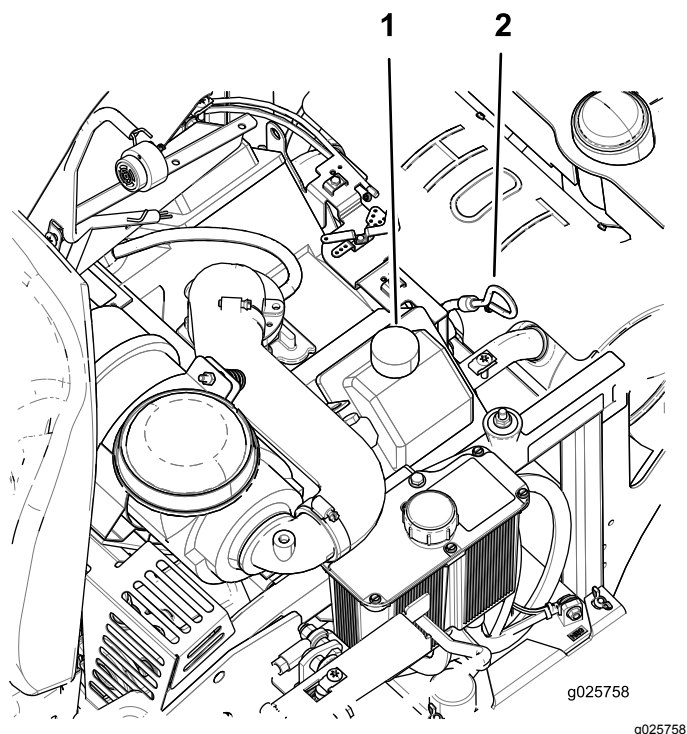

Figura 36
- Para que no entre suciedad, recortes de hierba, etc., en el motor, limpie la zona alrededor del tapón de llenado/varilla de aceite antes de retirarlo (Figura 36).
- Si el nivel de aceite es bajo, limpie la zona alrededor del tapón de llenado, retire el tapón y añada aceite hasta que llegue a la marca Lleno (Full) de la varilla (Figura 36).
5. Vierta lentamente un 80% aproximadamente del aceite especificado por el tubo de llenado, luego añada lentamente el resto del aceite hasta que llegue a la marca **Lleno (Full)** de la varilla (Figura 36).
6. Arranque el motor y conduzca hasta una zona llana. Compruebe el nivel de aceite otra vez (Figura 36).